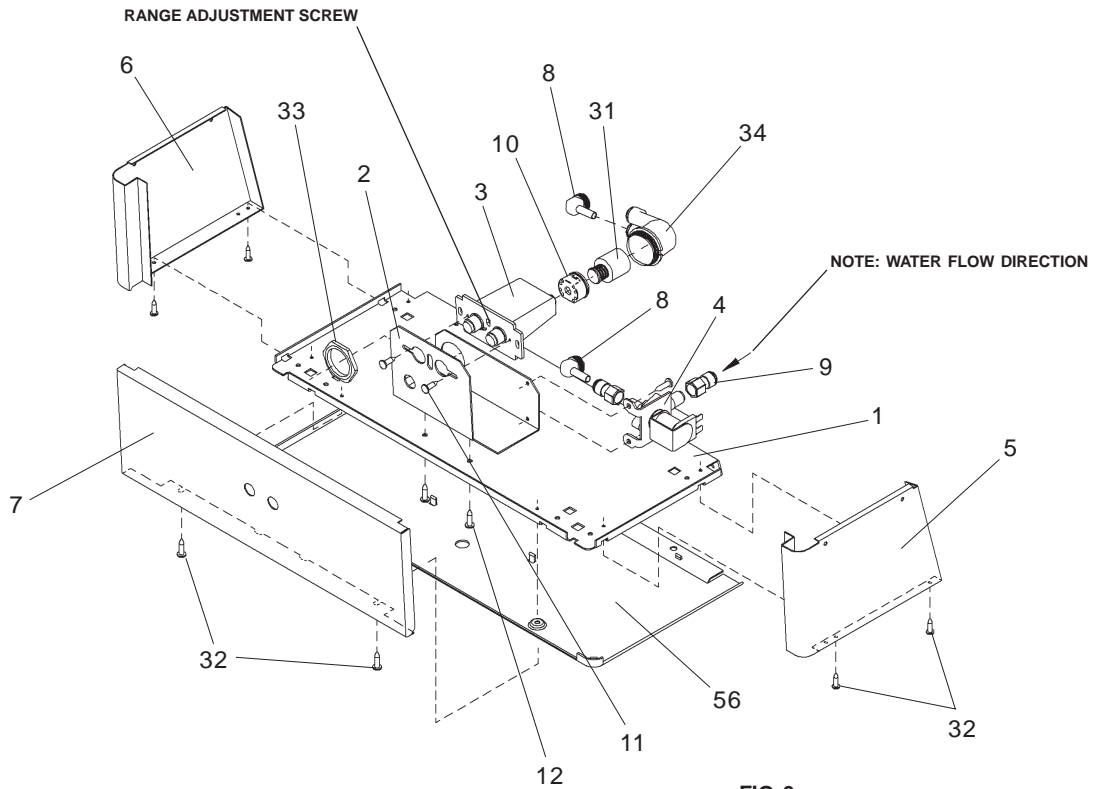

FIG. 3
See Fig. 3 (on page 3) for Electric Eye Mechanism
- b. Using a small tip screwdriver, rotate range adjustment screw clockwise to increase range and counter-clockwise to decrease range. (See Fig. 3).
- b. À l'aide d'un petit tournevis, vissez la vis de réglage de la plage dans le sens des aiguilles d'une montre pour l'augmenter ou dans le sens contraire des aiguilles d'une montre pour la diminuer. (Voir fig. 3).